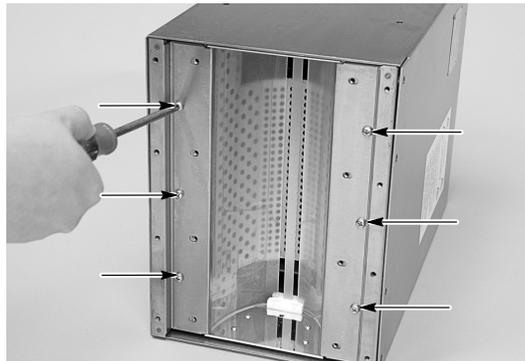

Abbildung 6-7 Entfernen der Halteklammern
4. Siehe Abbildung 6-7. Die sechs Befestigungsschrauben lösen und anschließend die beiden Halteklammern vom Lampenkopfsockel abnehmen.